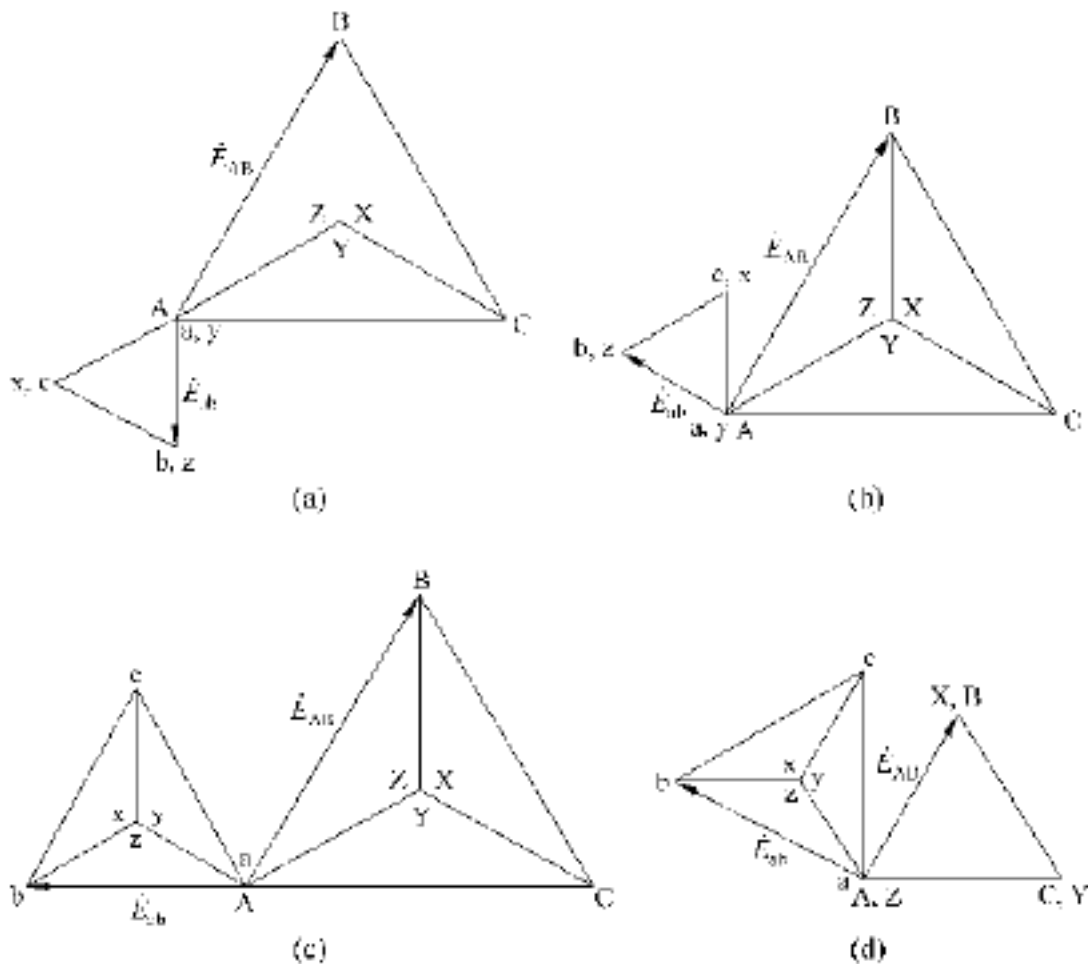

图 5.17
解 (1) 见图 5.17(a), Y, d5 连接。
(2) 见图 5.17(b), Y, d9 连接。
(3) 见图 5.17(c), Y, y8 连接。
(4) 见图 5.17(d), D, y9 连接。